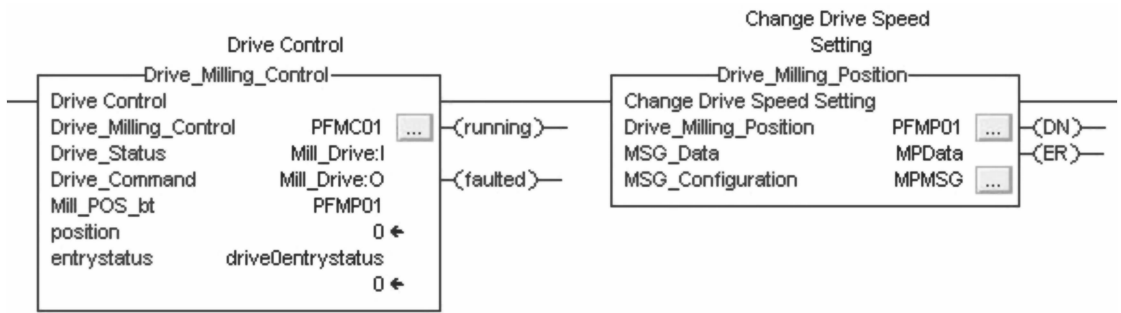

图 20-11 配置 AOI
6. 每一个 AOI 实例都有各自的支持标签。PFMC01 是 Drive_Milling_Control AOI 的支持标签，PFMP01 是 Drive_Milling_Position AOI 的支持标签。如图 20-11 所示配置这两个 AOI，请在创建标签时注意所选择的范围。